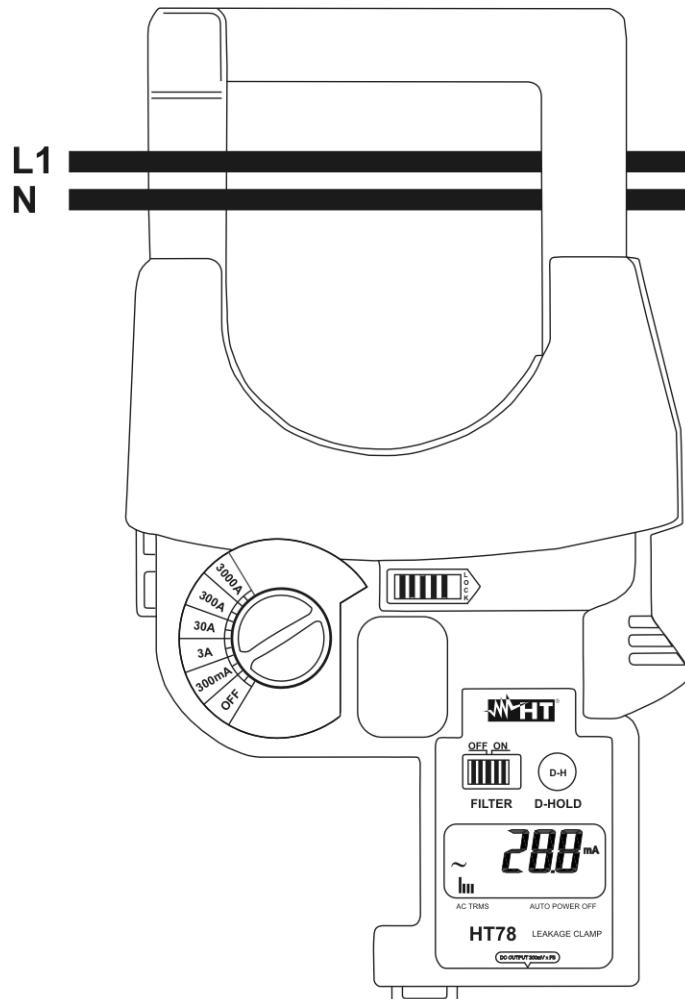

Fig. 4: Uso dello strumento per misura di corrente di dispersione in sistema Monofase
2. Agire sul selettore **FILTER** selezionando (ON) la funzione “Filtro passa-basso 150Hz” (vedere § 4.2.3)
- I conduttori L1 e N in caso di misura **Indiretta** come mostrato in Fig. 4 ottenendo il risultato come somma dei valori istantanei delle correnti circolanti nei singoli conduttori
- Il conduttore di terra (PE) in caso di misura **Diretta**